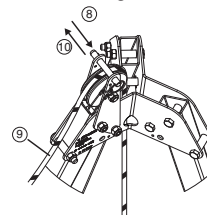

Fig. 10
8. Verwijder de kogelbroche die zich boven de geleiderol, bovenaan de TRACPODE-drievoot bevindt (fig. 10, 8).
9. Breng de streng van het DEROPE™-toestel rond de geleiderol (fig. 10, 9).
10. Plaats de kogelbroche terug om te vermijden dat de streng uit de geleiderol komt (fig. 10, 10).